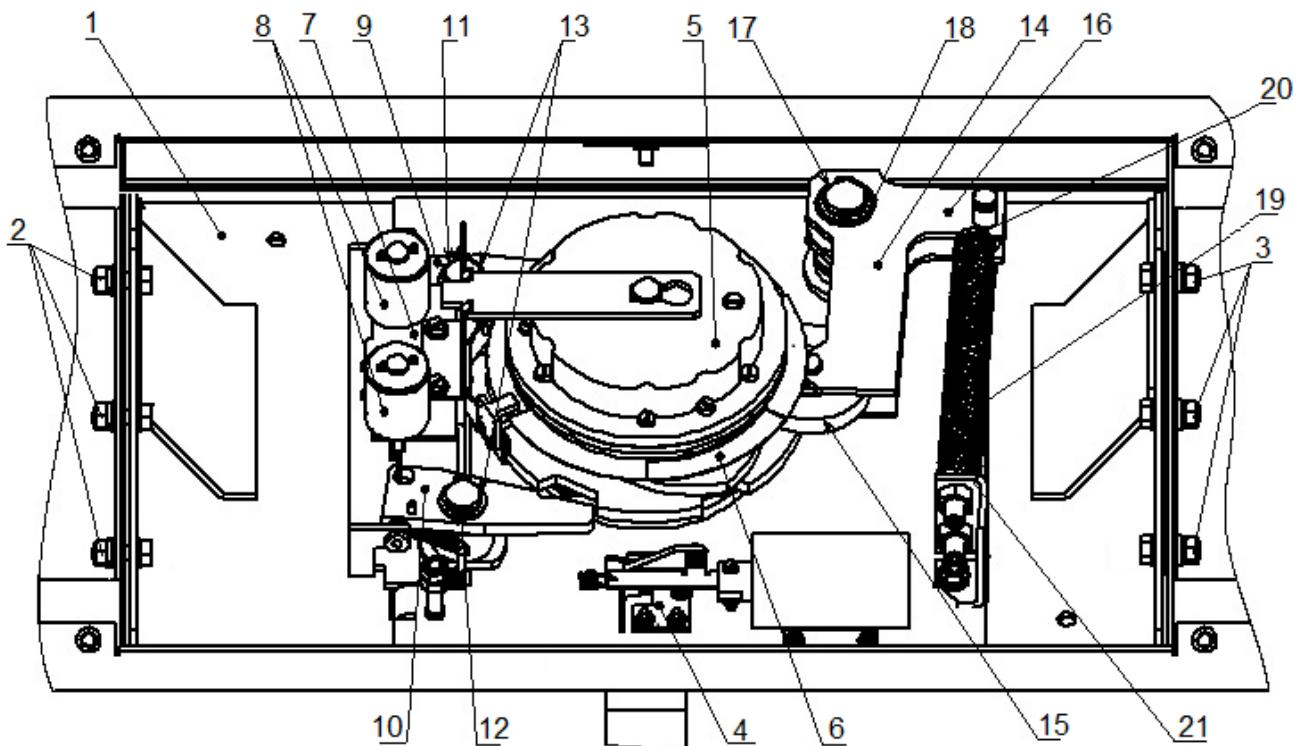

Рисунок 24. Узел вращения преграждающих планок турникета.
4. Снимите основную крышку (2) турникета в порядке, указанном в разд. 6, и положите ее на ровную устойчивую поверхность.
6. Осмотрите узел вращения преграждающих планок турникета (см. рис. 24): устройствоворота (толкатель, пружины и ролик), оптические датчики поворота преграждающих планок и демпфирующее устройство.
7. Удалите чистой ветошью, смоченной спирто-бензиновой смесью, возможное загрязнение с поверхности кольца контрольного (6, рис. 24), находящегося в зазоре оптических датчиков поворота преграждающих планок.
- смазкой **Chain and Rope Lube Spray - WEICON** оси вращения рычага толкателя (17, рис. 24) ролика (15, рис. 24) и стопоров (11, 12, рис. 24);
- смазкой **Chain and Rope Lube Spray - WEICON** детали механизма аварийного открытия прохода (4, рис. 24).
- смазкой **ШРУС-4** точки крепления пружинворота (20, 21, рис. 24),
12. Проверьте крепление преграждающих планок (5) в шарнирных узлах турникета и, при необходимости, подтяните крепежные винты.
15. Установите на место основную крышку (2) в порядке, обратном снятию, и зафиксируйте ее ключом.